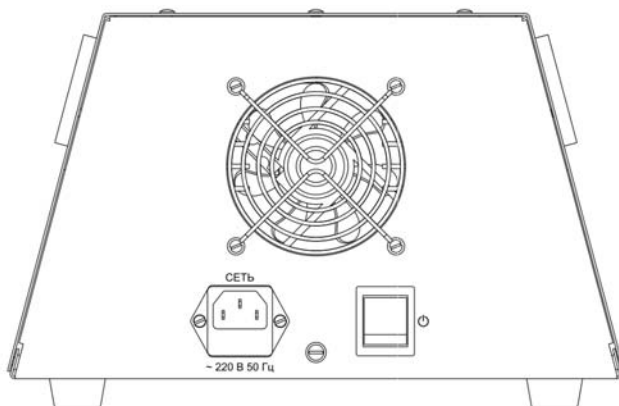

Рисунок 4 - боковая панель изделия.
- Подключить сетевой кабель к разъёму СЕТЬ (см. рис. 4) изделия, а затем к сетевой розетке.